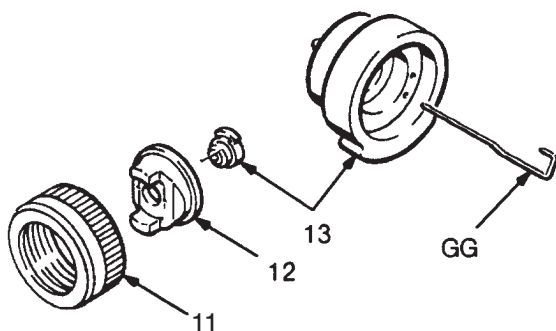

Fig. 11
1. Desenroscar la tuerca de retención (11). Retirar el casquillo de aire (12) y la boquilla de pulverización (13). Ver Fig. 11.
2. Utilizar unos alicates puntiagudos para extraer con cuidado el cable del electrodo (GG) por la parte de atrás de la boquilla de pulverización.
3. Colocar el extremo largo del nuevo cable en el agujero, lo más cerca posible del resalte de la boquilla. Ver Fig. 11. Introducir el cable, alineando el extremo corto de él con el otro agujero de la boquilla. Tirar el cable por la parte anterior de la boquilla para que quede apoyado sobre el asiento.